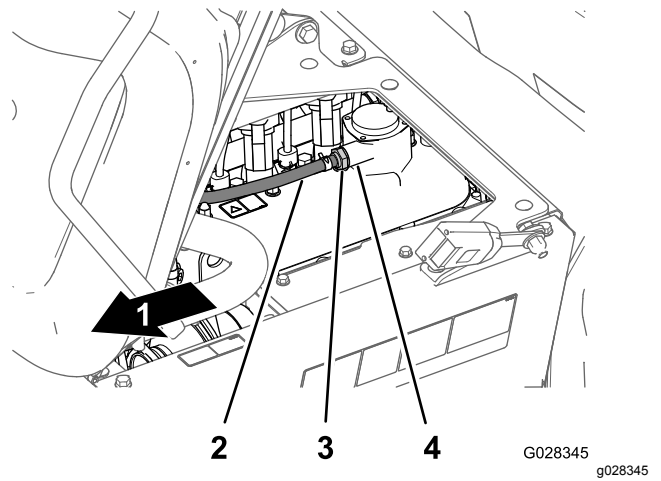

Figure 70
Remarque: Si vous entendez le restricteur interne du clapet RGC cliqueter, le clapet est réparable; si vous ne l'entendez pas, remplacez le clapet (Figure 70).
4. Insérez le clapet RGC jusqu'à ce qu'il soit complètement engagé dans le joint du raccord du couvre-culasse (Figure 70).
2. Déposez le clapet RGC du raccord sur le couvre-culasse (Figure 70).